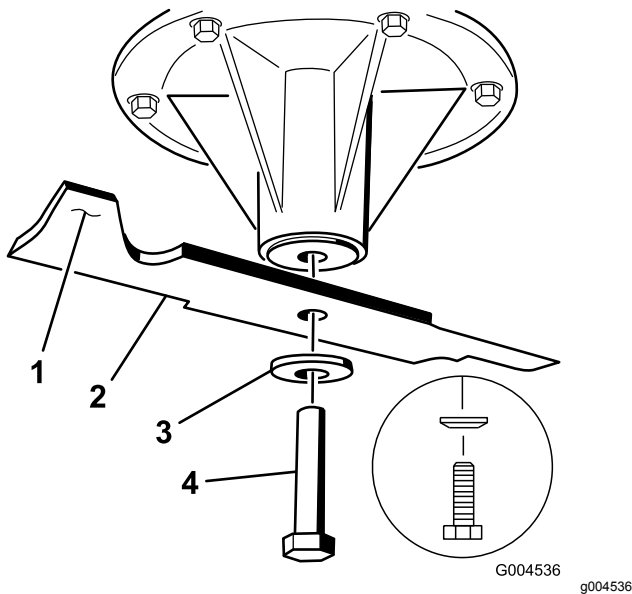

Figura 103
2. Togliete il bullone, la rondella curva e la lama dall'asse del fusello (Figura 103).